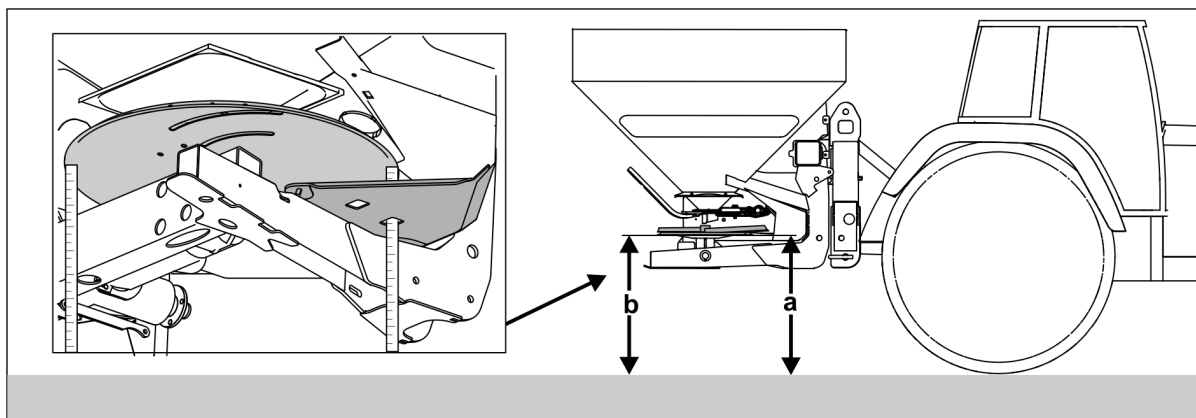

Fig. 57
3. Sving spredevingenes dreievinger (Fig. 57/1) til ønsket posisjon for normal- eller sengjødsling.